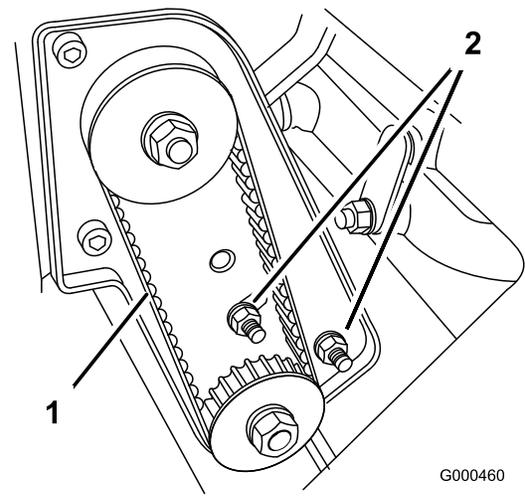

Figure 43
A. Desserrez les écrous de montage du logement de roulement (Figure 43).
- C. Tout en maintenant le réglage de la clé dynamométrique, serrez les écrous de fixation du logement de roulement (Figure 43). Ne tendez pas la courroie excessivement.